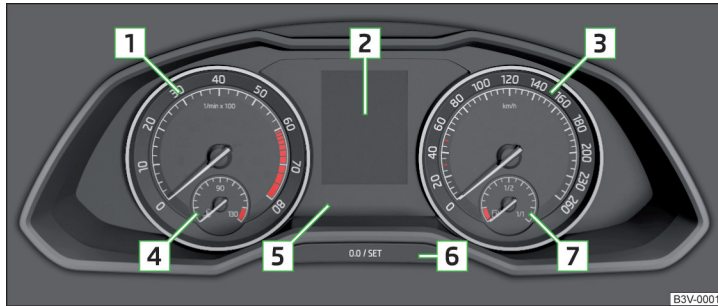

Abb. 21 Kombi-Instrument
Der Drehzahlmesser **1** » Abb. 21 auf Seite 31 zeigt die aktuelle Motordrehzahl pro Minute an.
- Die Taste **6** » Abb. 21 auf Seite 31 kurz drücken.